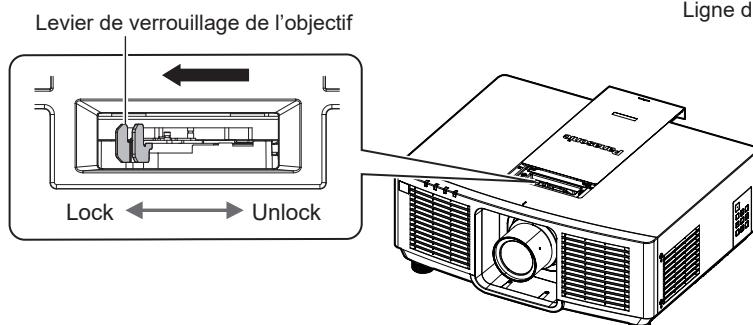

Fig. 3
- Si le levier de verrouillage de l'objectif est du côté LOCK (Fig. 3), pincez le levier de verrouillage de l'objectif et tournez-le vers le côté UNLOCK. (Fig. 2)
### 4) Tout en maintenant l'objectif de projection, tournez entièrement le levier de verrouillage vers le côté LOCK. (Fig. 3)